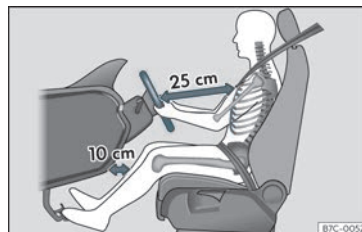

Fig. 2 A separação correta entre o condutor e o volante deve ser de 25 cm no mínimo (10 polegadas).
- Ajuste o volante de modo a ficar a uma distância de, pelo menos, 25 cm (10 polegadas) do esterno»» **Fig. 2** e a poder segurá-lo com ambas as mãos pelos lados, pela parte exterior, com os braços ligeiramente fletidos.
- Ajuste longitudinalmente o banco, de modo a poder carregar a fundo nos pedais com os joelhos ligeiramente fletidos e a ficar uma distância entre a zona dos joelhos e o painel de instrumentos de pelo menos 10 cm (4 polegadas)»» **Fig. 2**.